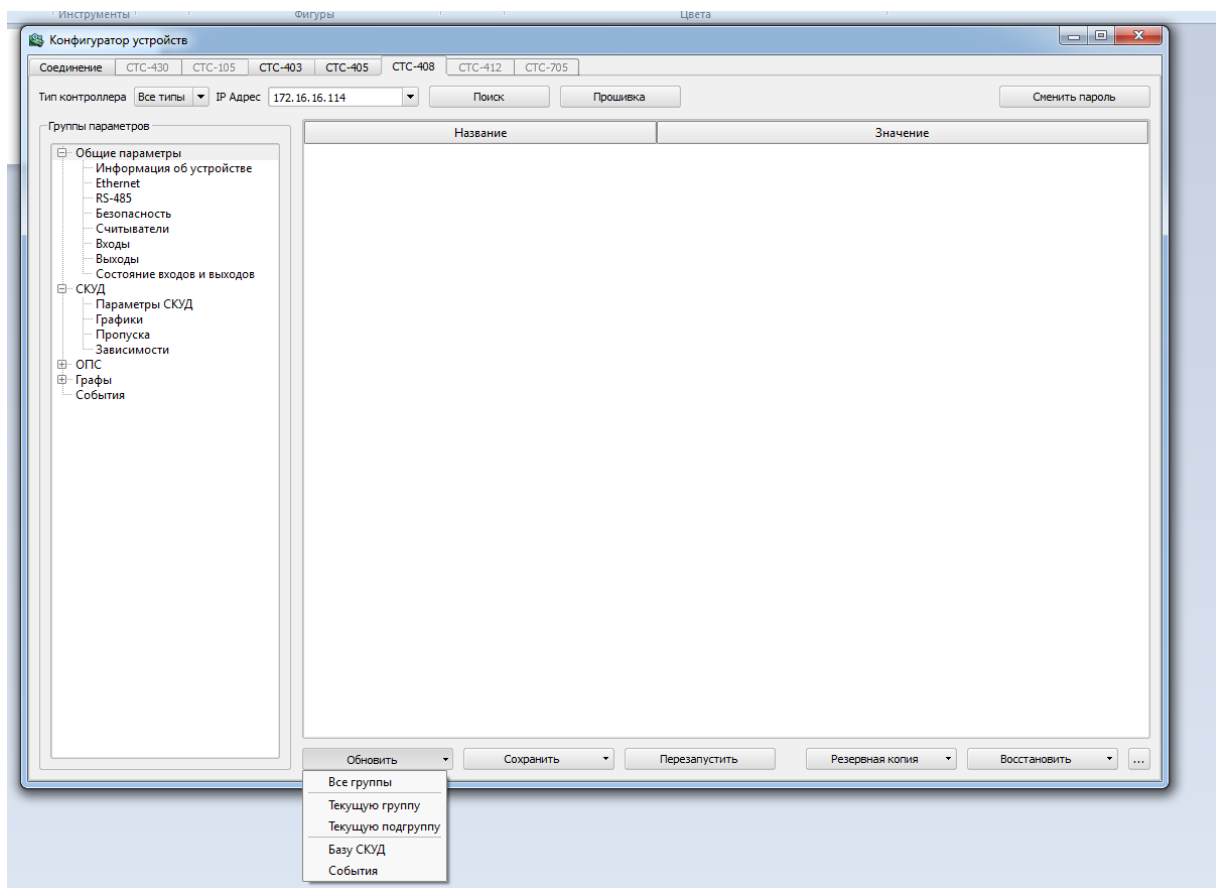

Рисунок 6
– «Обновить» – данная кнопка позволяет выгрузить из контроллера данные всей группы, текущей выделенной группы или текущей выделенной подгруппы, а так же базу данных СКУД и журнал событий (рисунок 6);